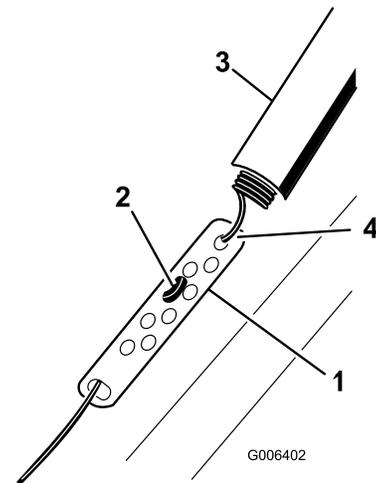

Bild 18
1. Schieben Sie die Federabdeckung nach oben und haken Sie die Feder aus dem Einstellglied aus (Bild 18).
2. Setzen Sie die Z-Befestigung in ein höheres oder niedrigeres Loch am Einstellglied, um den Abstand von 2 mm bis 3 mm zwischen dem Schaltbügel und dem Griff zu erhalten (Bild 18).